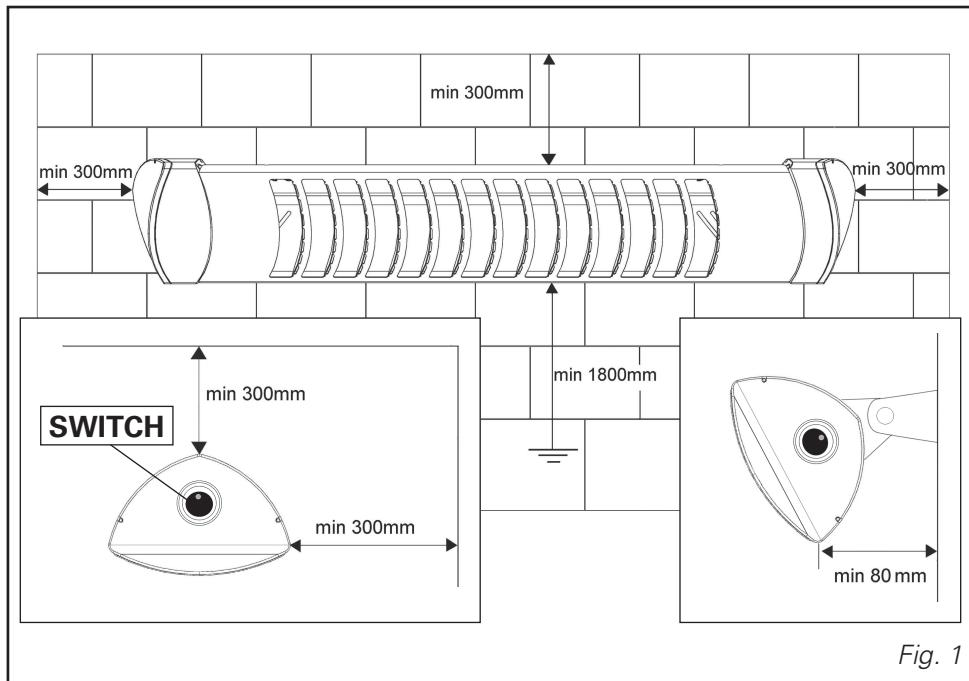

Fig. 1
- Acenda o aparelho obrando no comutador ("SWITCH" — fig. 1).